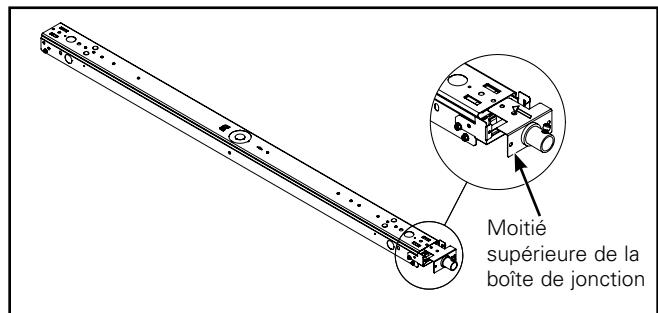

Figure 5.
5. Enclenchez la moitié supérieure de la boîte de jonction dans le canal. (Figure 5.)